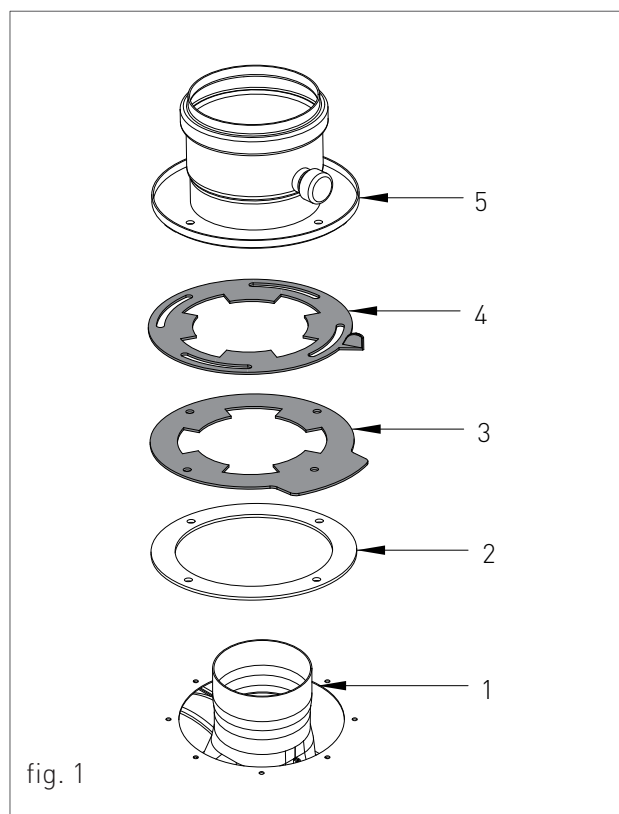

fig. 1
Per il montaggio dei diaframmi regolabili sul sistema coassiale procedere nel seguente modo (vedi fig.1):
- › pulire la superficie della testata (1-fig.1);
- › attaccare la guarnizione adesiva in neoprene (2-fig.1) sulla testata (1-fig.1), centrando i fori fustellati della guarnizione con quelli della testata;
- › inserire prima il diaframma inferiore con la scala graduata (3-fig.1), poi il diaframma superiore con l'indice di riferimento (4-fig.1);
- › inserire il raccordo flangiato (5-fig.1) o altro componente previsto in base al sistema coassiale adottato;
Per il montaggio dei diaframmi regolabili sul sistema sdoppiato procedere nel seguente modo (vedi fig.1):
- › pulire la superficie della testata in corrispondenza del foro di aspirazione aria (1-fig.1);
- › attaccare la guarnizione adesiva in neoprene (2-fig.1) sul foro di aspirazione aria, centrando i fori fustellati della guarnizione con quelli del foro di aspirazione;